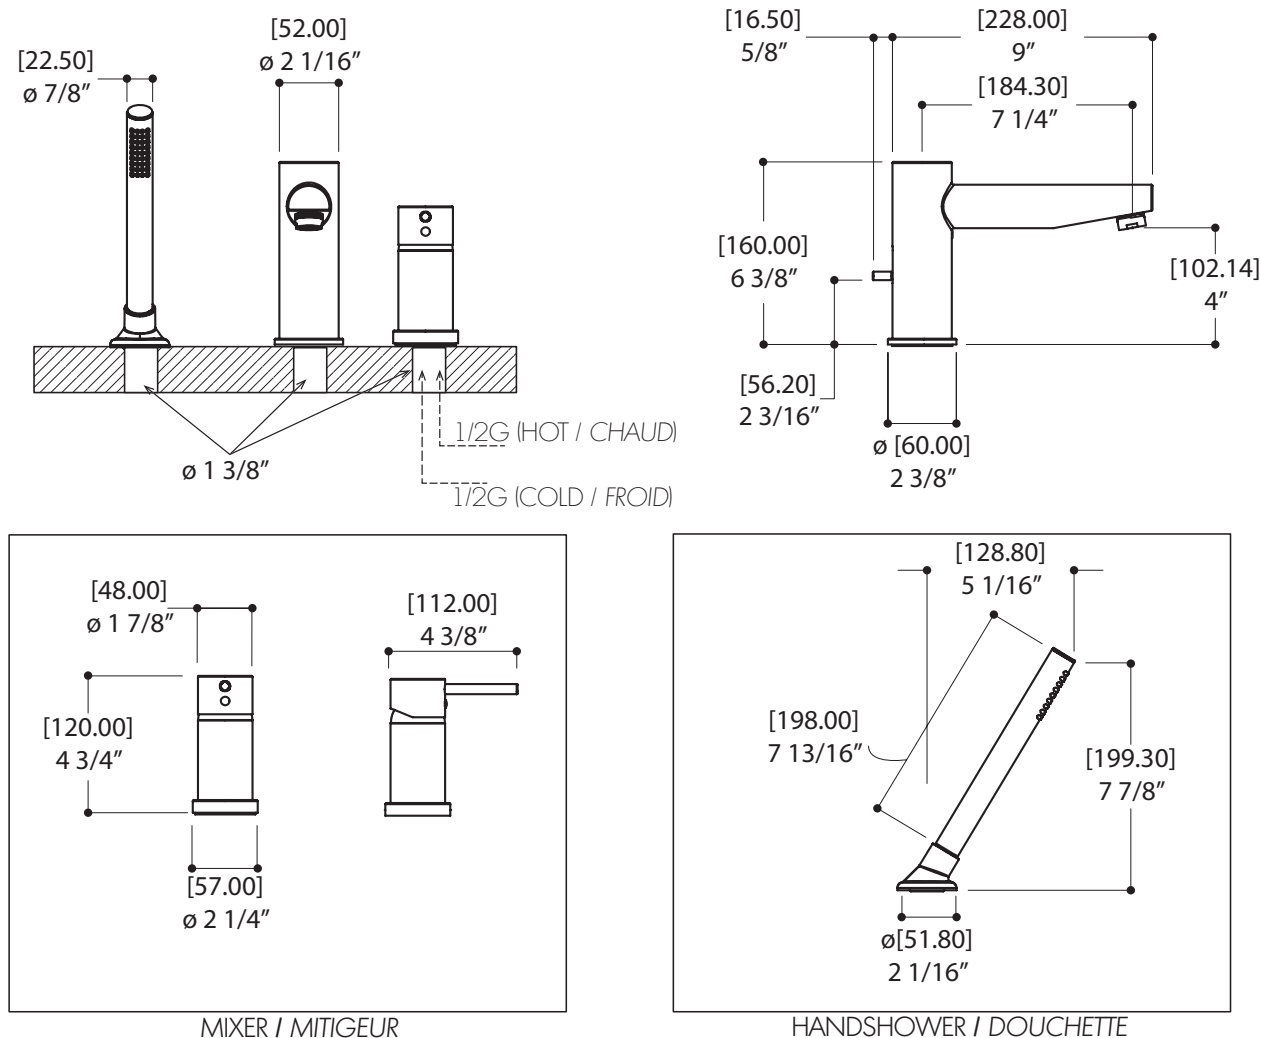

Fig.1
**!** Prior to installation, pierce the required 3 holes onto your deckmount. Refer to the general dimensions drawing (Fig.1) for hole size. To facilitate future maintenance, ensure access to the rough-in.
**!** Avant de débuter l'installation, percer les 3 trous requis sur la surface prévue. Se référer à la Fig.1 (dimensions générales) pour la dimension des trous.